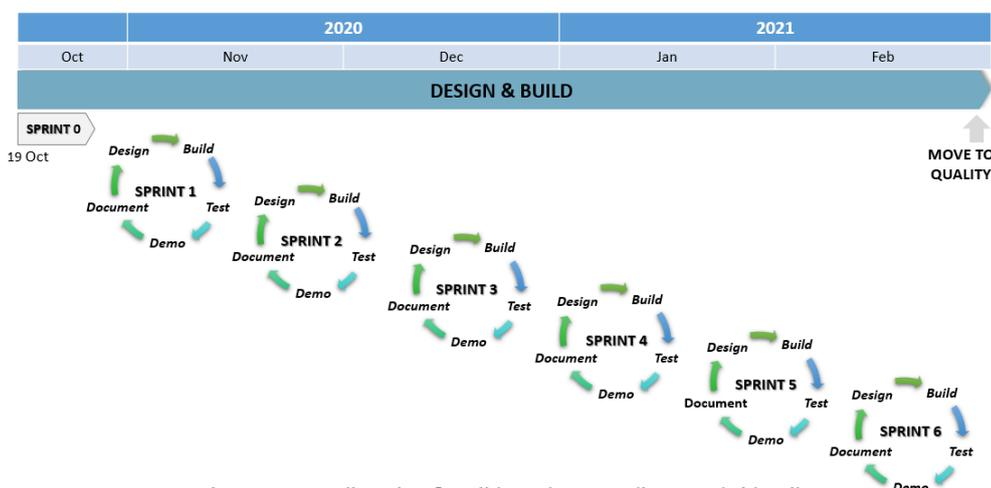

Figura 3: Fase di Design & Build condotta mediante Hybrid Agile
3. **Design & Build:** configurazione e sviluppo delle soluzioni standard e dei RICEFW in SAP sulla base dei requisiti individuati e stesura delle specifiche funzionali per le soluzioni implementate. È stata condotta adottando l'approccio *Hybrid Agile* secondo il quale la metodologia di gestione tradizionale e sequenziale Waterfall si fonde con un modello di gestione innovativo e iterativo Agile al fine di incorporare il meglio di entrambi i metodi. L'Agile si concentra sull'obiettivo di consegnare il prodotto al cliente in finestre temporali, gli *Sprint*, che scompongono il progetto in piccoli pezzi di funzionalità per l'utente, le *User Stories*. L'approccio ibrido utilizzato nel progetto è stato il seguente: pianificazione, progettazione e definizione dei requisiti eseguiti con l'approccio Waterfall, consegne incrementali attraverso sviluppi e test in sei Sprint di tre settimane, come mostrato in Figura 3. Ciò ha permesso l'allineamento dei requisiti con le aspettative in maniera adattiva: la metodologia Waterfall non consente di modificare i requisiti una volta avviato lo sviluppo del progetto, ma il metodo Agile consente di apportare modifiche agli sviluppi del progetto durante gli Sprint per adattarlo alle esigenze. Sulla base delle indicazioni fornite dai processi E2E, gli Sprint si sono così svolti: